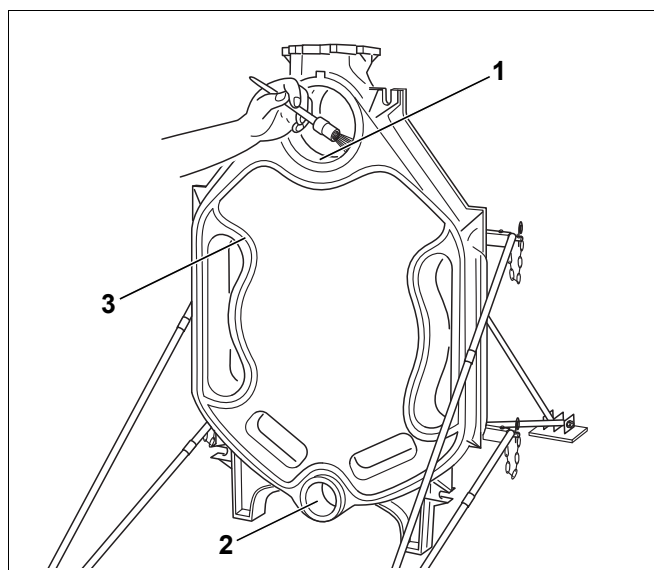

Рис. 13 Подготовка пазов для уплотнений и ступиц
- ▶ При необходимости прочистите пазы для уплотнений проволочной щёткой и ветошью (рис. 13, [3]).
- ▶ Очистите уплотнительные поверхности ступиц ветошью, пропитанной бензином (рис. 13, [1] и [2]).